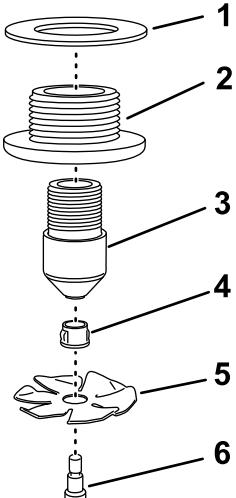

Figura 20
1. Montate la ruota di lavaggio ad alette e la boccola sul bullone di spallamento (Figura 20).